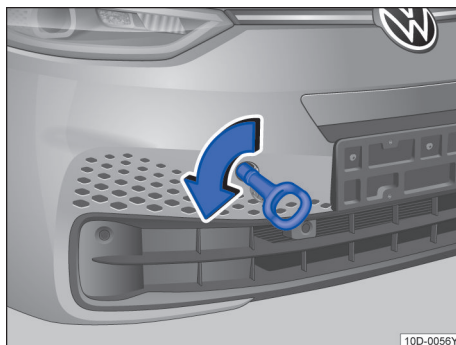

图 133 安装牵引环
- 将牵引环朝箭头方向拧入螺纹孔内，直到限位位置 → 图 133。